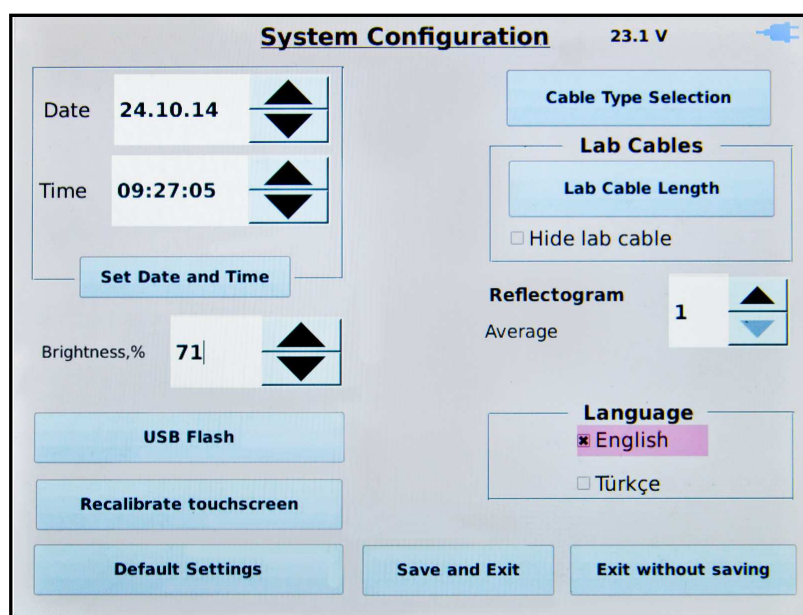

Рисунок 43 – Выбор языка меню «English»
2.6.6.2 Для изменения языка интерфейса в окне «System configuration» необходимо выбрать требуемую строку языка (см. рисунок 43).